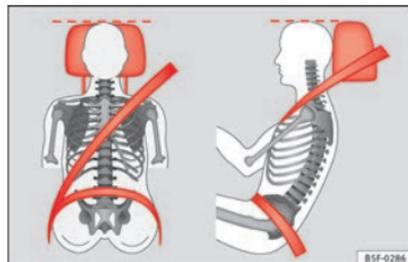

Fig. 74 Poggiatesta posizionato correttamente, vista frontale e laterale.
- Regolare il poggiatesta portandone il bordo superiore alla stessa altezza della parte superiore della testa, almeno all'altezza degli occhi » **fig. 74.**